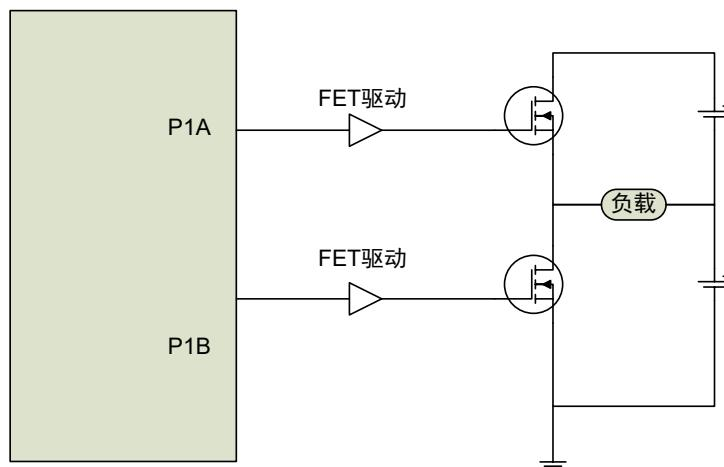
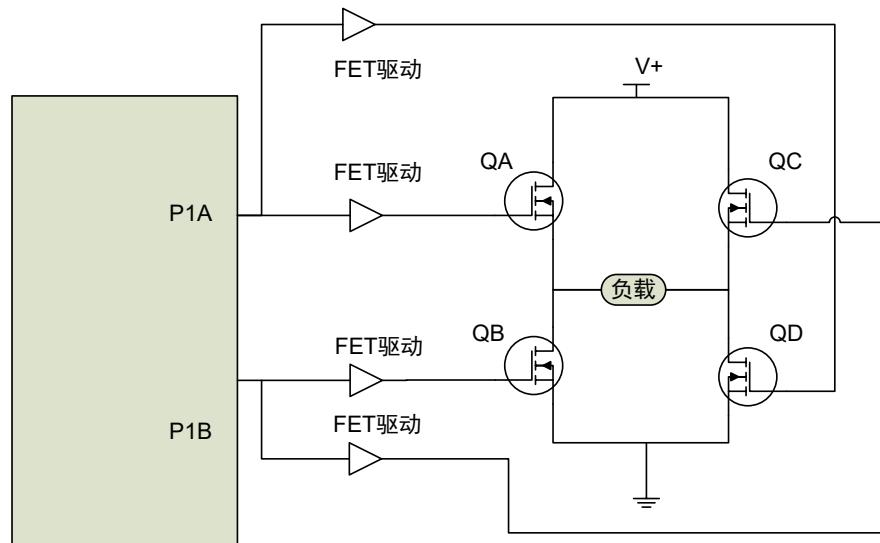
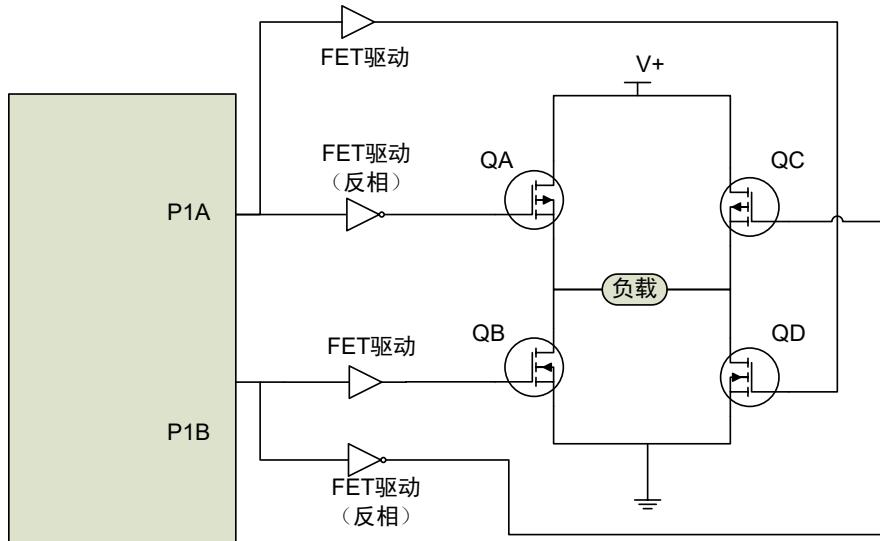

图 10-6 标准半桥电路 (推挽，P1A~P1B 高电平有效)
图 10-7 半桥输出驱动全桥电路 (4NMOS, P1A~P1B 高电平有效)
图 10-8 半桥输出驱动全桥电路 (2PMOS+2NMOS, P1A~P1B 高电平有效)
**半桥 PWM** — 2 路带死区控制的互补 PWM 通道 P1A 和 P1B。死区时间 (参阅“PDC”) 应合理设置，以避免多个功率开关同时导通和关闭的瞬间引起穿通电流。另外，可通过外接 4\* NMOS，或 2\*PMOS 加 2\*NMOS，以驱动全桥电路。应用示例如图 10-6，图 10-7 和 图 10-8。